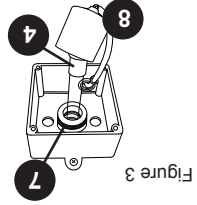
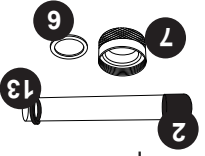

Figure 3
Figure 6
17. Glissez la nouvelle lampe UV (4) dans le tube de quartz, Figure 3.
18. Réinstallez la gaine noire de la lampe (8) sur l'écran de compression du joint de quartz (7).
19. Réinstallez le couvercle de l'enceinte (10) à l'aide du joint (9) et fixez-le avec les vis.
3. Retirez la gaine noire de la lampe (8) en la faisant glisser sur le câble afin de la dégager de l'écrin de compression du joint de quartz (7), Figure 3.
5. Retirez l'écran de compression du joint de quartz (7) en le tournant dans le sens **antihoraire**, Figure 3. Utilisez une paire de pinces multiprises si nécessaire, Figure 5. Vous remarquerez qu'une rondelle de compression en acier inoxydable (6) glisse sur le tube de quartz. Conservez la rondelle (6) pour une utilisation ultérieure, Figure 6. Il existe également un joint d'étanchéité noir (13), saisissez le joint d'étanchéité noir, puis retirez lentement et délicatement le tube de quartz.